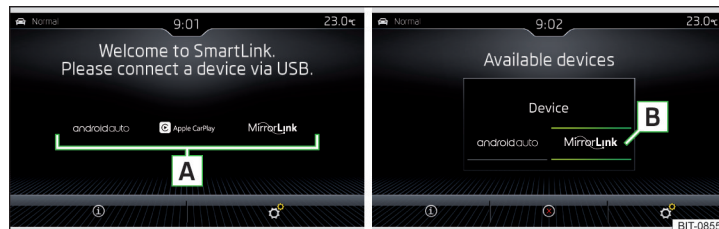

Abb. 218 Hauptmenü: keine Verbindung / Beispiel einer aktiven Verbindung
Funktionsflächen » Abb. 218
► Im Hauptmenü SmartLink den Typ des Kommunikationssystems **A** » Abb. 218 ggf. das angeschlossene externe Gerät **B** » Abb. 218 wählen.